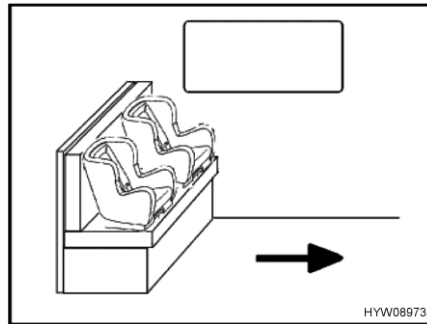
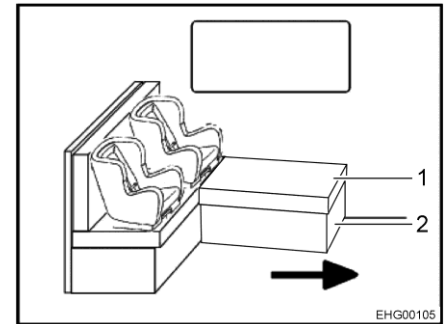

Fig. 19 Seggiolini per bambini sul sedile
Fig. 20 Seggiolini per bambini sul sedile a L
La freccia in Fig. 19 e Fig. 20 indica la direzione di marcia.
- Se necessario, rimuovere il cuscino (Fig. 20,1).
- Se necessario, chiudere la base cassapanca (Fig. 20,2).